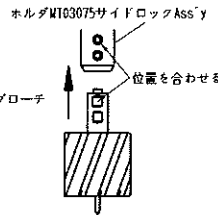

図 22
- 3) ジェットブローチの平面部をホルダのネジ部に合わせて差し込んでください。(図 22)